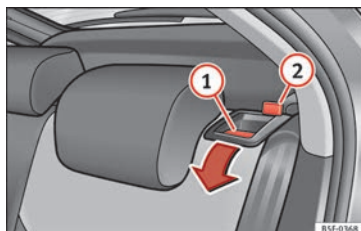

Bild 151 Ryggstöds frigöringsspak.
- Dra frigöringsspaken » **bild 151** **1** i pilens riktning.
- Fäll upp ryggstödet tills det låser sig i upprätt läge » **⚠**. När ryggstödet är korrekt fastsatt ska den röda markeringen på fliken » **bild 151** **2** inte längre vara synlig.